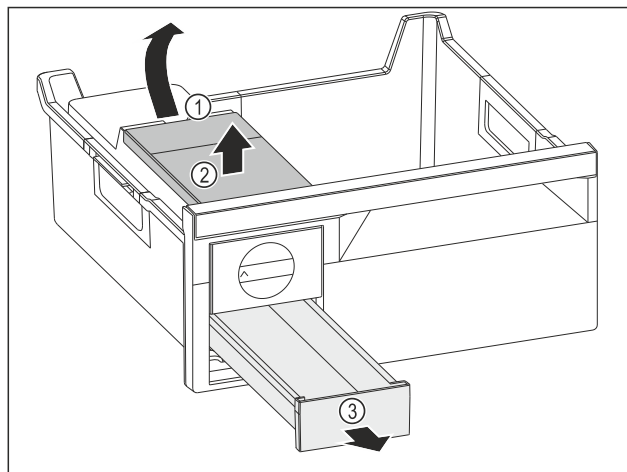

Fig. 187
- ▶ Изваждане на резервоара за вода: Повдигнете резервоара за вода при прореза Fig. 187 (1).
- ▶ Извадете резервоара за вода Fig. 187 (2) нагоре.
- ▶ Извадете чекмеджето за ледени кубчета Fig. 187 (3) напред.